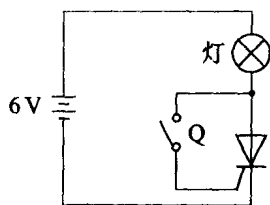

图 1-3 例 1.5 电路图
(1) 用万用表可以初步判断好坏, 如上面讲的各极间的阻值状况。
(2) 用 6 V 电源(干电池或直流稳压电源)作为阳极电源,接成如图 1-3 所示线路,如果按下开关 Q 后,灯亮,说明管子是好的。
(3) 用晶闸管测试仪测量管子正反向伏安特性。